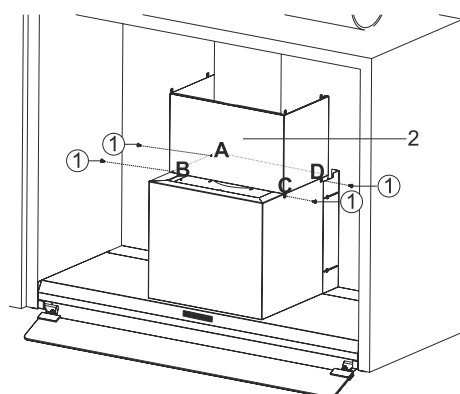

Fig. 14
5. ➔ Posizionare le canne fumarie in lamiera fornite sul prodotto (Fig. 14).
Utilizzando le 4 viti di connessione attraverso i punti di A, B, C, D si punta verso il corpo dell'apparecchiatura (Fig. 14).